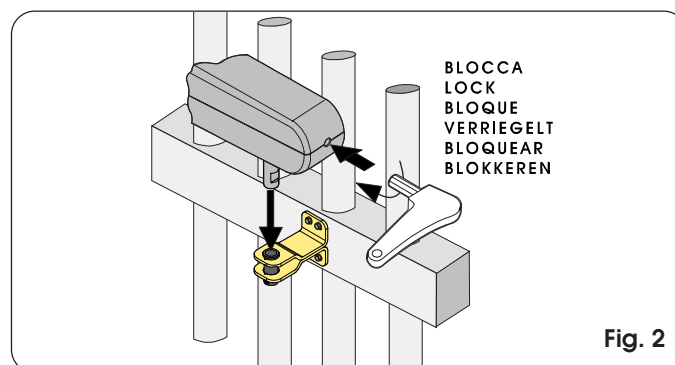

Fig. 2
- Replacer l'opérateur sur la patte d'attache antérieure (Fig. 2);